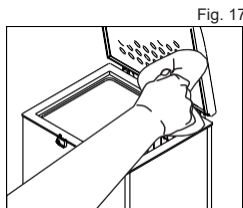

Fig. 17
• El empaque de compresión se ensambla a presión y puede extraerse para limpieza. En caso de que sufra daños, no intente repararlo. Póngase en contacto con un servicio autorizado Challenger. Ver Fig. 17